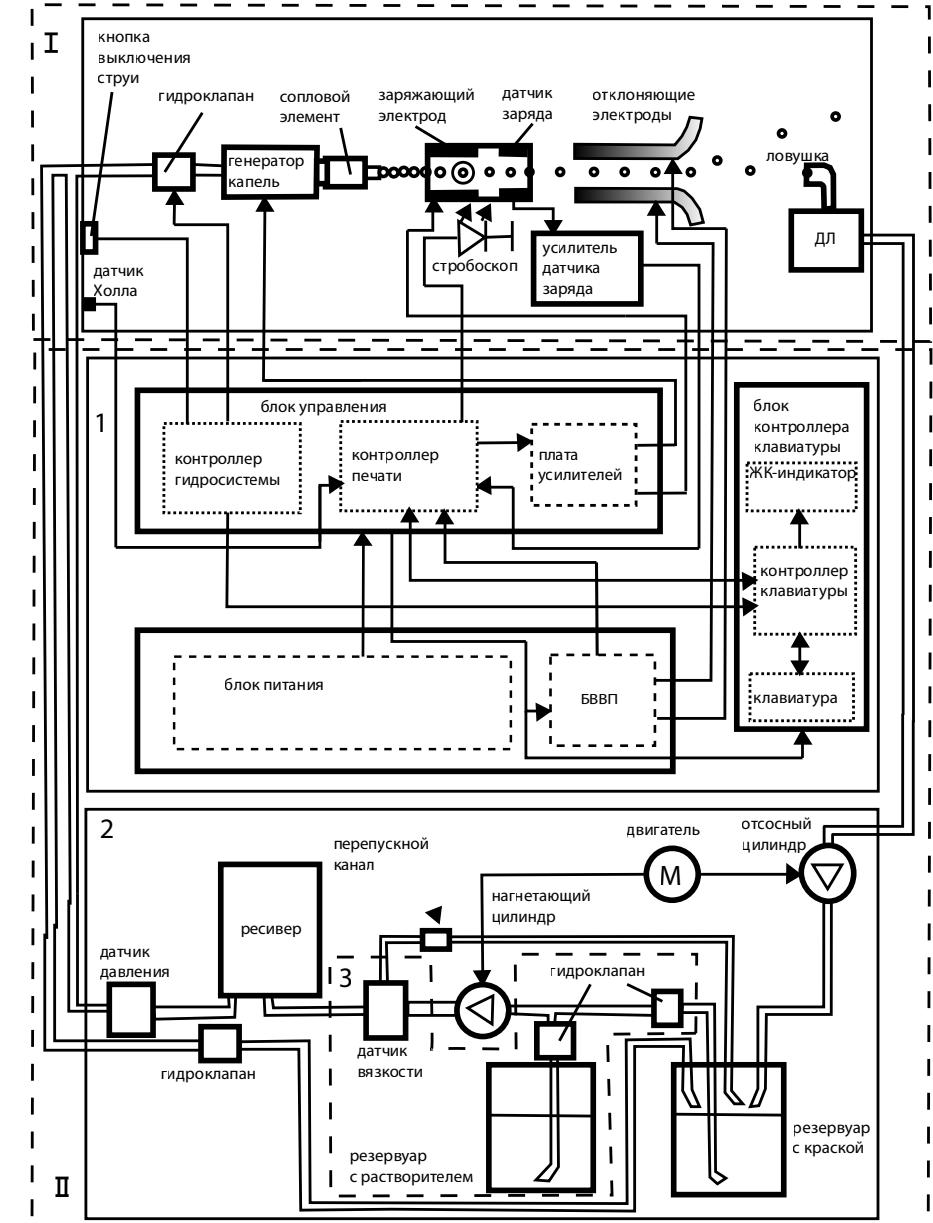

Рис. 2. Функциональная схема маркиратора
На рис. 2 приведена функциональная схема электрокаплеструйного маркиратора. Он состоит из двух основных частей: печатающей головки (I) и устройства управления (II). Устройство управления функционально и конструктивно разделено на отсек системы подачи и отсоса жидкости (2) и отсек системы управления и питания (1).